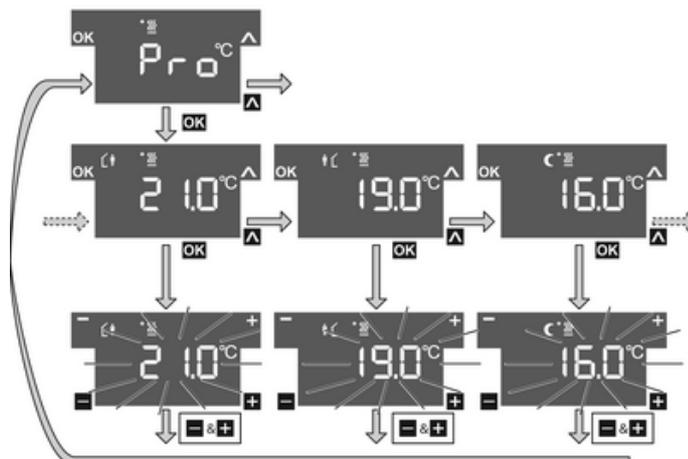

Figure 7
- À l'aide de la touche sensorielle \blacktriangle , sélectionner la commande de menu **Pro** pour le fonctionnement en chauffage $\text{+} \text{☰}$ ou le fonctionnement en refroidissement $\text{-} \text{☰}$ et actionner la touche sensorielle **OK** (figure 7).